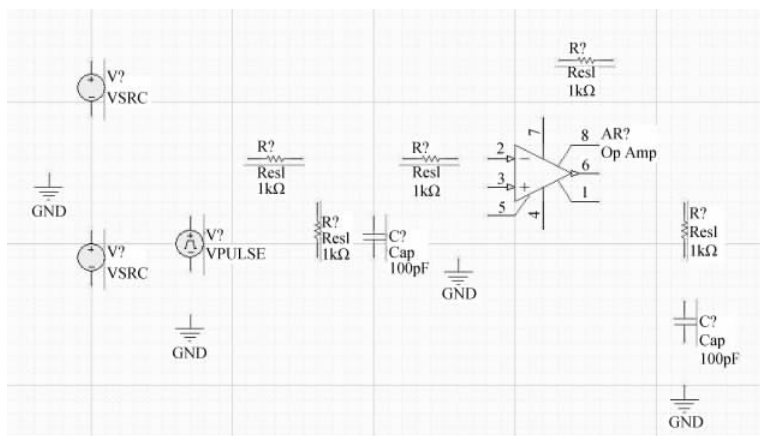

图 3-37 放置元器件和信号源
(1) 从 Miscellaneous Devices.IntLib 库中分别找到名为 Res1 的电阻元器件、名为 Cap 的电容器、名为 Op Amp 的运算放大器(必须选择 Model Type 为 Simulation 的元器件),并将其按照图 3-37 所示的位置分别进行放置。
(2) 从 Simulation Sources.IntLib 库中找到名为 VSRC 和 VPULSE 的元器件,并按照图 3-37 所示的位置进行放置。
(3) 单击 AD 主界面下工具栏内的  按钮,将 GND 按照图 3-37 所示的位置进行放置。